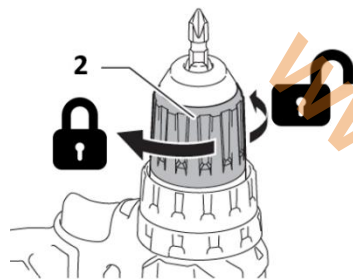

Рисунок 2.1.2. Установка оснастки.
1. Поверните втулку патрона «2» (рисунок 2.1.2) против часовой стрелки для открытия зажимных кулачков настолько, чтобы можно было вставить оснастку.
2. Вставьте оснастку в патрон как можно глубже. Поверните втулку патрона «2» (рисунок 2.1.2) по часовой стрелке для затяжки патрона.
3. Для снятия биты, поверните втулку «2» (рисунок 2.1.2) против часовой стрелки.